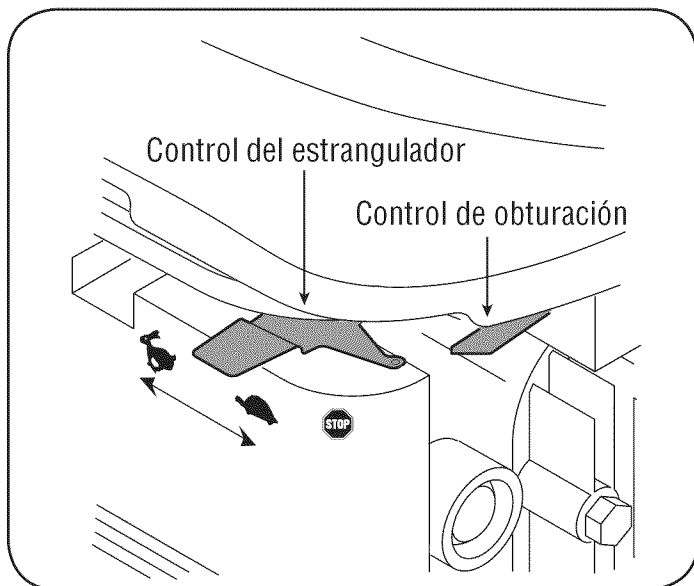

Figura 11
5. Mueva la palanca de control del estrangulador a la posición START/RUN (encendido / funcionamiento, representado por una liebre). Vea la figura 11.
7. Situado detrás de la unidad, tome la manija del arrancador y tire de la cuerda hasta que sienta un tirón. Vea la figura 11.